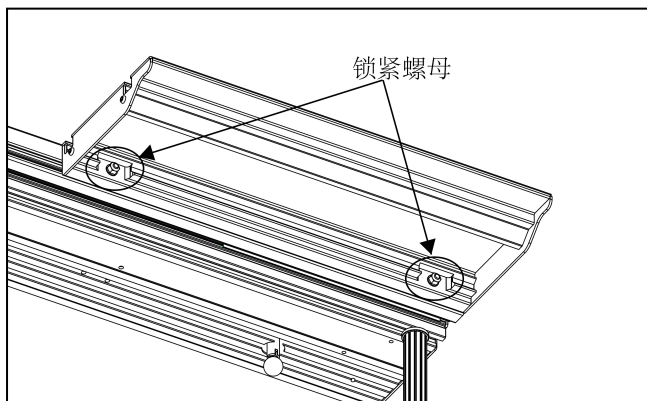

图 13
9. 将辅助工作台上的 T 型螺母插入滑台外侧的 T 型槽内，如图 13 所示，进行工作台的安装及固定。